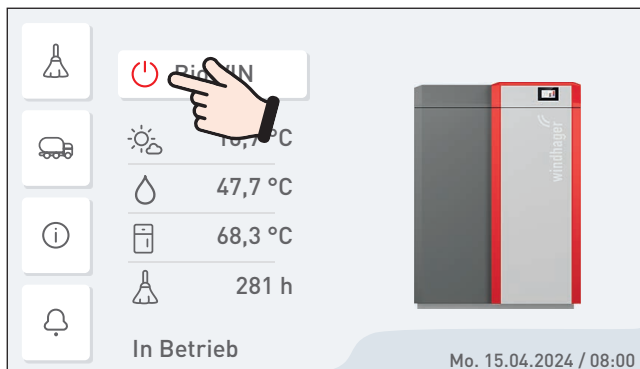

Fig. 35 BioWIN 2 Touch ausschalten
- ▶ Kessel mittels EIN/AUS-Taste am InfoWIN Touch ausschalten (Fig. 35 – siehe auch Bedienungsanleitung InfoWIN Touch) und warten bis der Ausbrandbetrieb fertig ist (ca. 20 min).